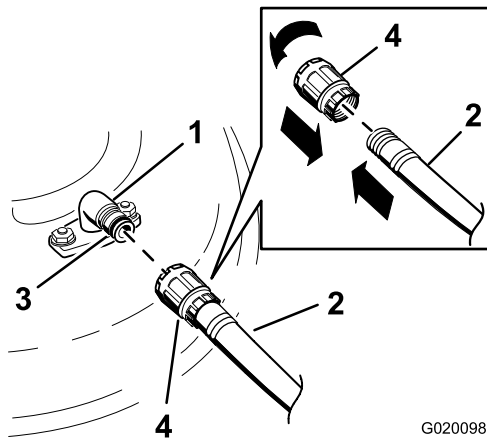

Figure 66
3. Branchez le raccord du tuyau d'arrosage à au raccord de lavage de la tondeuse et ouvrez l'eau en grand (Figure 66).